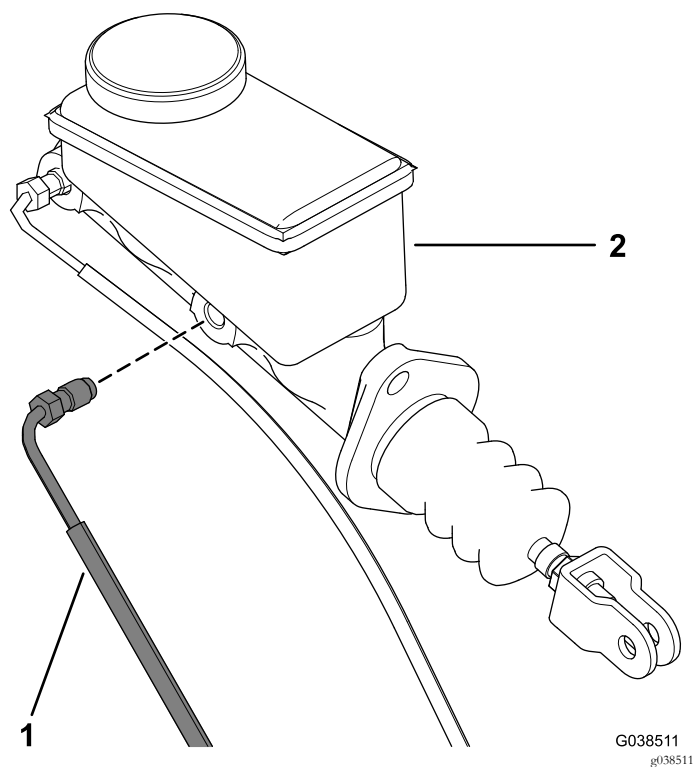

Figura 5
5. Rimuovete il tubo del freno anteriore dal cilindro principale (Figura 5).
1. Montate il tubo del freno anteriore sul cilindro principale (Figura 5).